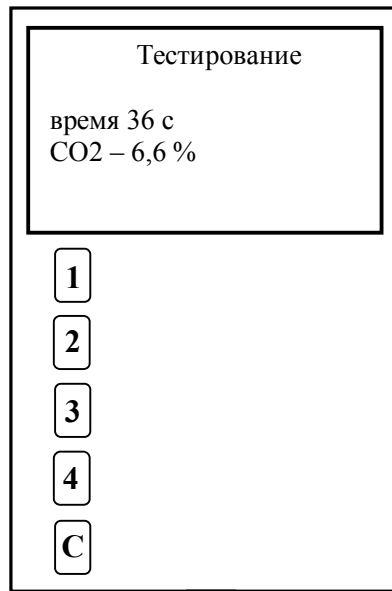

Рисунок 8
13.5 Далее пациент производит дыхание через прибор до достижения заданной концентрации углекислого газа в альвеолярном воздухе. Во время дыхания на дисплее отображается время тестирования, а так же текущая концентрация углекислого газа (Рис.8).